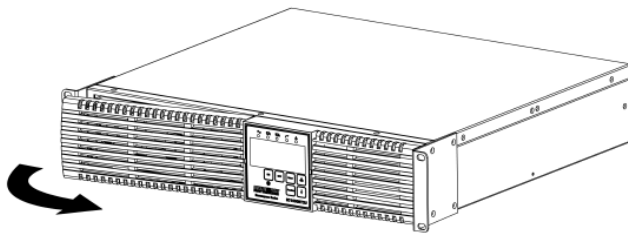

FIGURE 1
2. Saisissez le couvercle du compartiment à piles du côté gauche, tirez-le vers l'extérieur puis mettez-le de côté (FIG. 1).